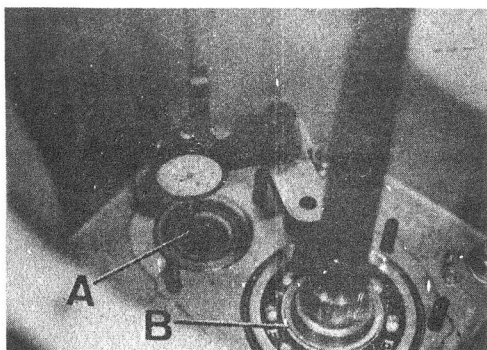

Fig. C1-84 Ajuste eje intermedio
- 2.2.4. Colocar el comparador esférico (191649) sobre el cárter, de forma que el palpador del comparador haga contacto en el extremo del eje intermediario (Fig. C1-84).